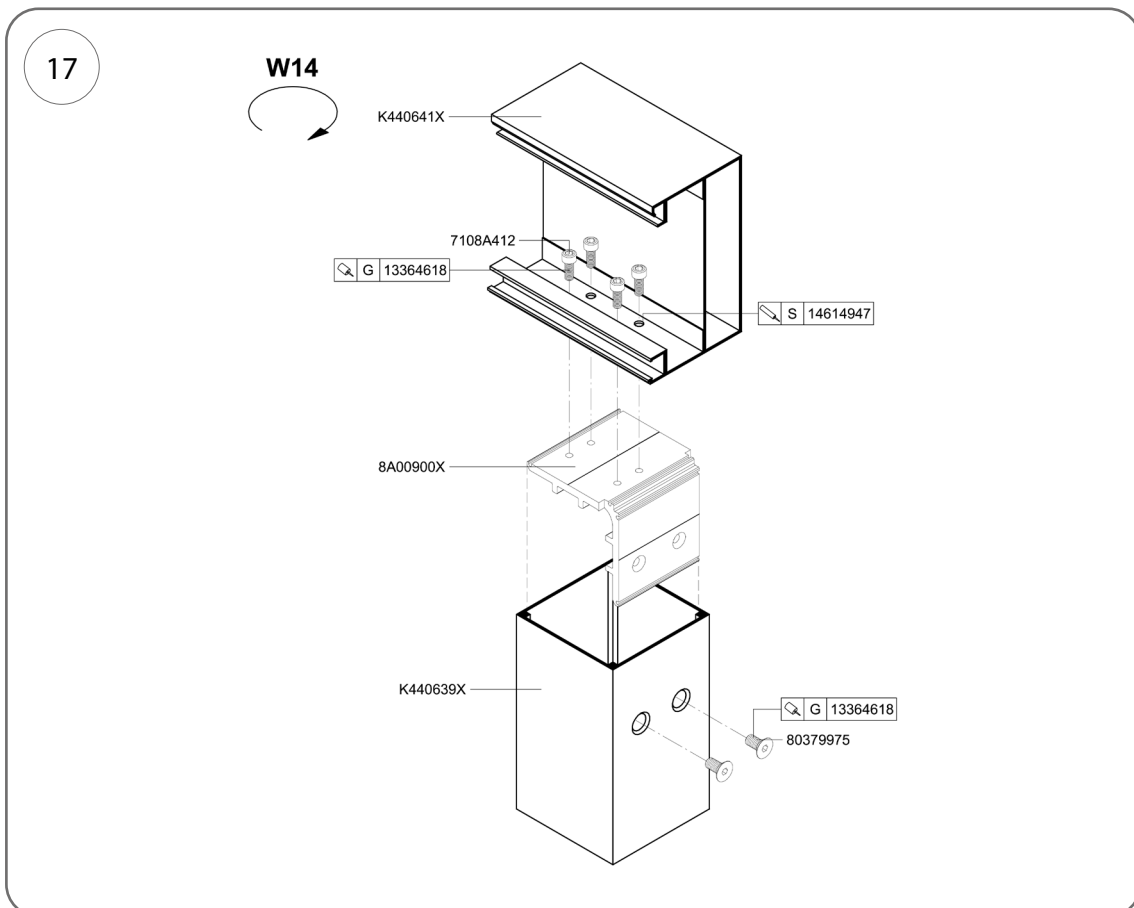
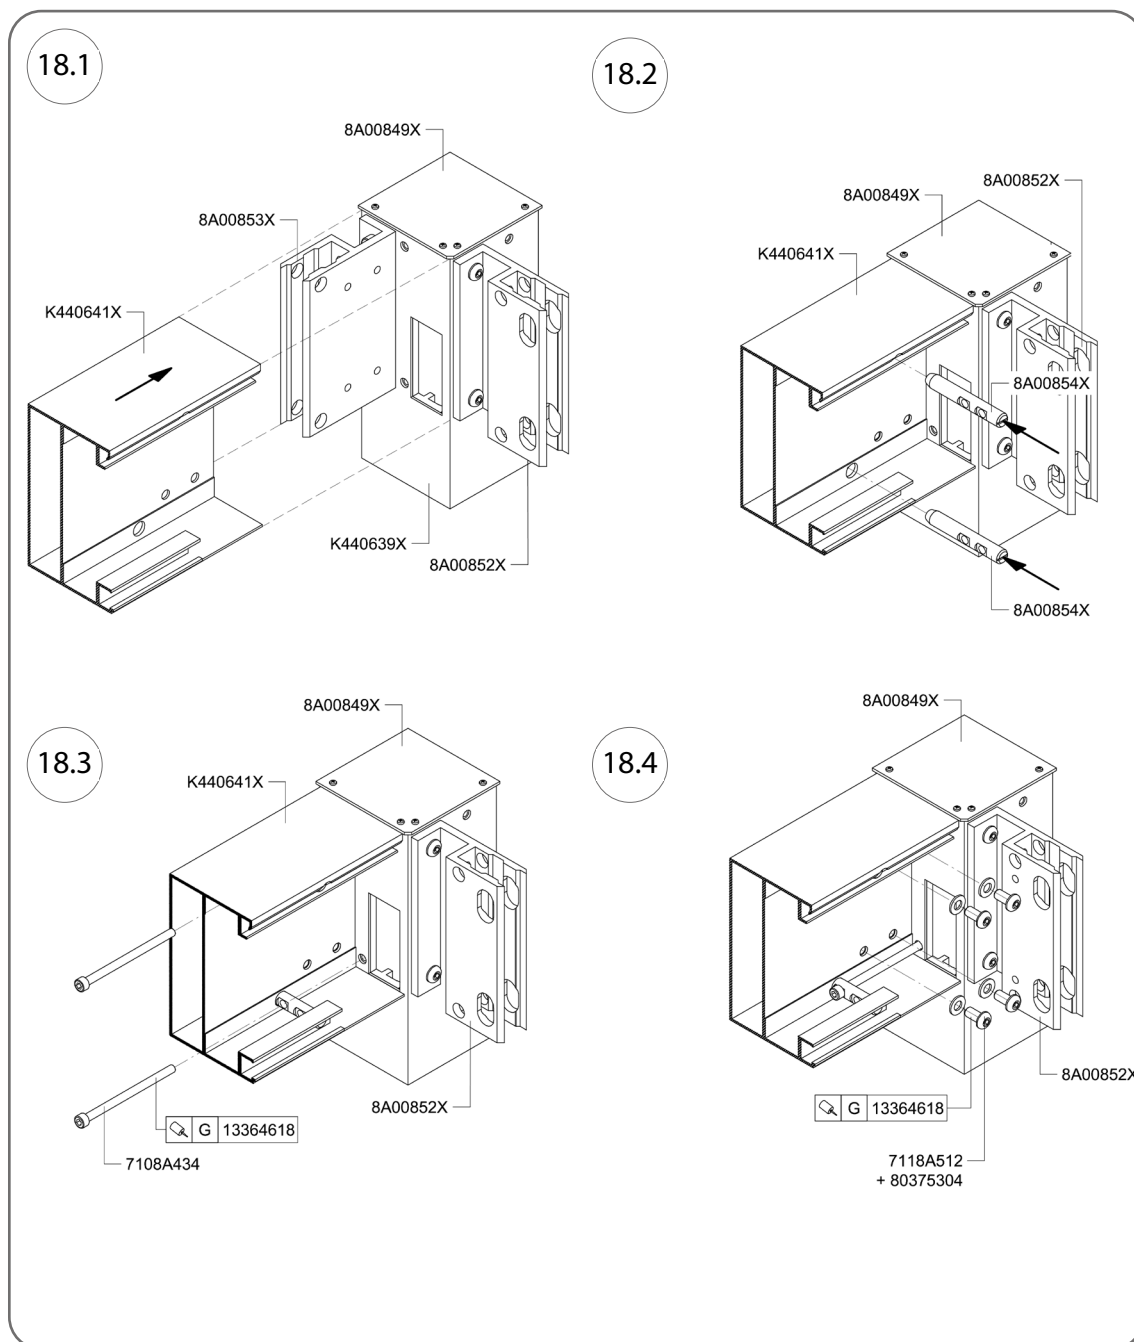

Fig. 17
Fig. 18
8. Utilizzando 4 viti a brugola M8 x 20 mm, cod. 7108A412, avvitare il profilo del travetto o del correntino al connettore, cod. 8A00900X, montato nel montante (Fig. 17 e Fig. 18). Rivestire le viti con sigillante per filettature, cod. 13364618.